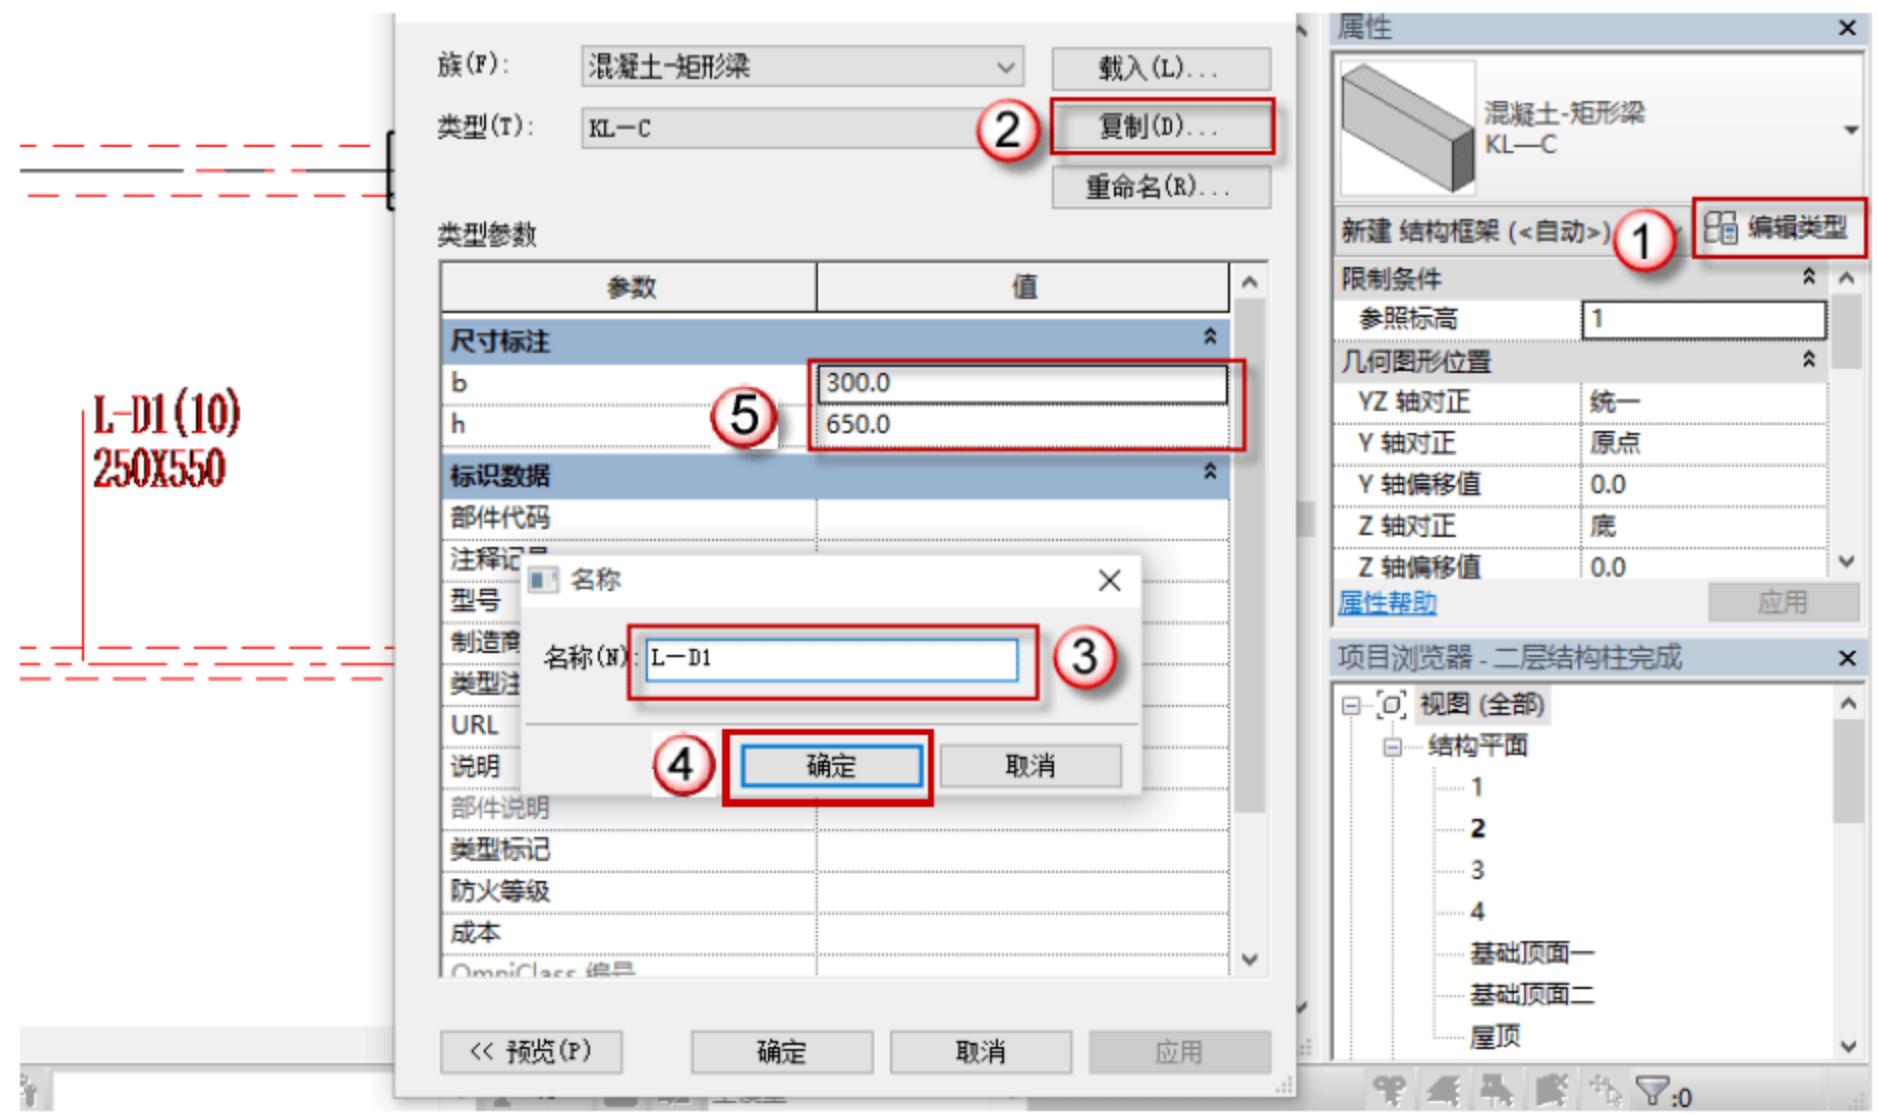

图 4.2.61 设置 L-D1 参数
(11) 设置矩形梁 L-D1 参数，按快捷键 B+M，出现绘制的界面，单击“编辑类型”按钮，在弹出的对话框中单击“复制”按钮，再在弹出的对话框中命名新的族 L-D1，单击“确定”按钮。在“尺寸标注”栏设置参数，如图 4.2.61 所示。